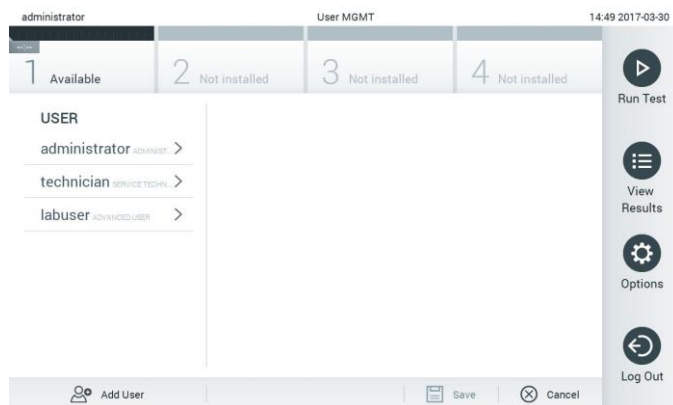

Figura 47. Schermata User Management (Gestione utenti).
1. Premere il pulsante Options (Opzioni) quindi User Management (Gestione utenti) per configurare gli utenti. Nell'area dei contenuti del display, viene visualizzata la schermata User Management (Gestione utenti) (Figura 47).